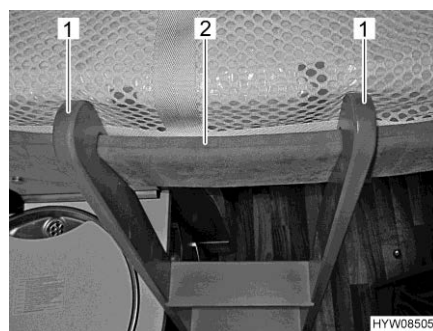

Fig. 68 Scaletta di accesso (agganciata)
- Agganciare la scaletta di accesso con le due staffe (Fig. 68,1) nella barra di presa (Fig. 68,2) al letto basculante.
- Staccare la scaletta di accesso dalla barra di presa (Fig. 68,2) nel letto basculante.